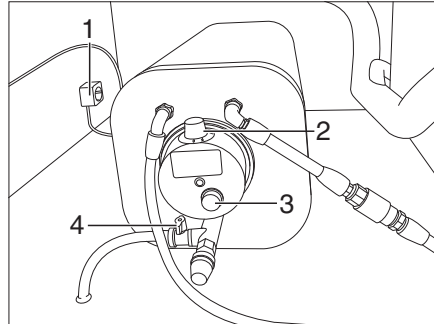

Fig. 181 Chauffe-eau
- Fermer la vanne de vidange rouge (Fig. 181,4).
- Brancher le chauffe-eau dans la prise de courant 230 V (Fig. 181,1).
- Enclencher le chauffe-eau (Fig. 181,2).
Le voyant de contrôle rouge (Fig. 181,3) du chauffe-eau s'allume.
- Régler le thermostat (Fig. 181,2) selon les indications du fabricant.
- Ouvrir la vanne de vidange rouge (Fig. 181,4).